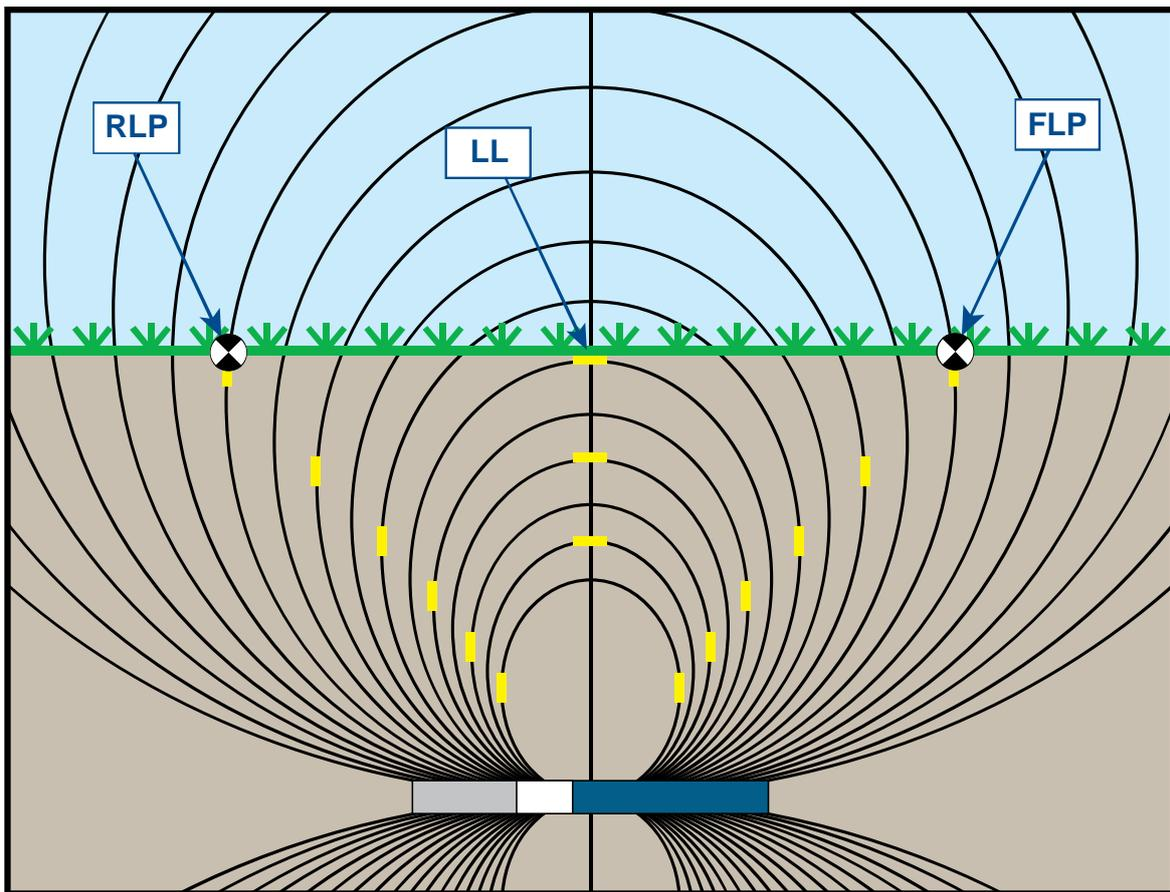

Abbildung B1 Flussfeld und Geometrie von FLP, RLP und LL (Seitenansicht)
Das vom Sender ausgestrahlte Signalfeld besteht aus einer Menge elliptischer Signale oder Flusslinien (siehe Abbildung B1). Die Flusslinien geben die Lage des Senders an. Wenn der Sender gegenüber der Geländeoberfläche eben ist, liegt die Ortungslinie (LL) direkt über dem Sender und die am Empfänger angezeigte Tiefe ist die tatsächliche Tiefe. Außerdem haben die Ortungspunkte (FLP und RLP) den gleichen Abstand vom Sender. Die LL befindet sich dort, wo die horizontalen Komponenten des Flussfelds mit der Geländeoberfläche zusammenfällt und FLP und RLP liegen in den Schnittpunkten der vertikalen Komponenten des Flussfelds mit der Geländeoberfläche. Einige der horizontalen und vertikalen Komponenten sind in Abbildung B1 durch kurze gelbe Linien gekennzeichnet.